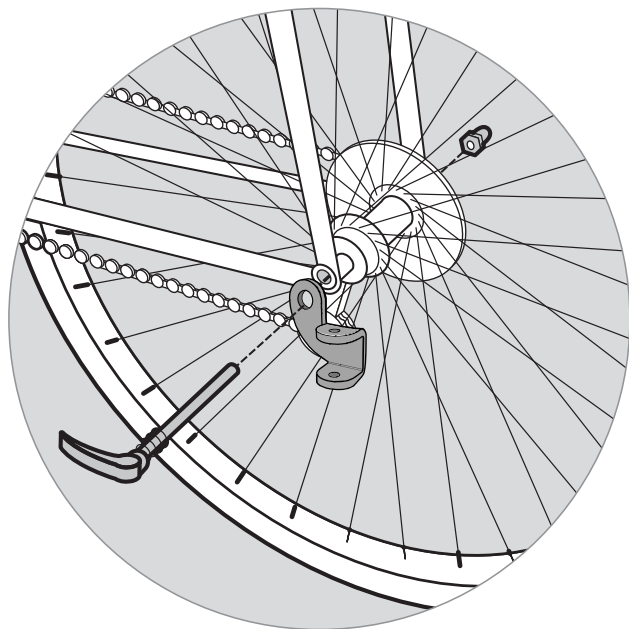

Figure 11
1. **Installing the hitch to your bike:** Remove quick-release or nut from the left side of bike's rear wheel axle. Install hitch between quick-release or nut and frame (Figure 11). Tighten the quick-release or nut following manufacturer's recommendation. The hitch can remain on the bike when trailer is removed.
1. **Montage der Anhängerkupplung an Ihrem Fahrrad:** Entfernen Sie den Schnellverschluss oder die Mutter von der linken Seite der hinteren Radachse des Fahrrads. Montieren Sie die Anhängerkupplung zwischen dem Schnellverschluss oder der Mutter und dem Rahmen (Abbildung 11). Ziehen Sie den Schnellverschluss oder die Mutter gemäß den Empfehlungen des Herstellers fest. Die Anhängerkupplung kann am Fahrrad verbleiben, wenn der Anhänger entfernt wurde.
1. **Installation de l'attelage sur votre vélo :** Retirez le levier de blocage rapide ou l'écrou du côté gauche de l'axe de la roue arrière du vélo. Installez l'attelage entre le levier de blocage rapide ou l'écrou et le cadre (Figure 11). Serrez le levier de blocage rapide ou l'écrou en suivant les recommandations du fabricant. L'attelage peut rester sur le vélo lorsque la remorque n'est pas accrochée.